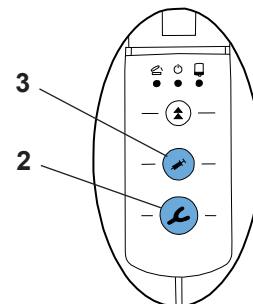

Рис. 8
- Если оператор нажимает одну из кнопок подачи (ложка оттиска (2, Рис.8) или дозатор (3, Рис. 8) без выбора программы смешивания, программа **ST** будет активирована автоматически. Светодиод рядом с кнопкой **ST** начнет мигать снова.